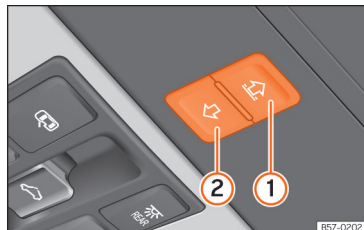

Abb. 91 Im Dachhimmel: Tasten des Sonnenschutzrollos.
Die Tasten »» **Abb. 91** **1** und **2** haben zwei Stufen. In der ersten Stufe kann das Sonnenrollo ganz oder teilweise geöffnet oder geschlossen werden.
- *Sonnenschutzrollo*: Innerhalb von etwa 5 Sekunden nach dem Auslösen der Kraftbegrenzung die Taste »» **Abb. 91** **2** so lange drücken, bis das Sonnenschutzrollo vollständig geschlossen ist.